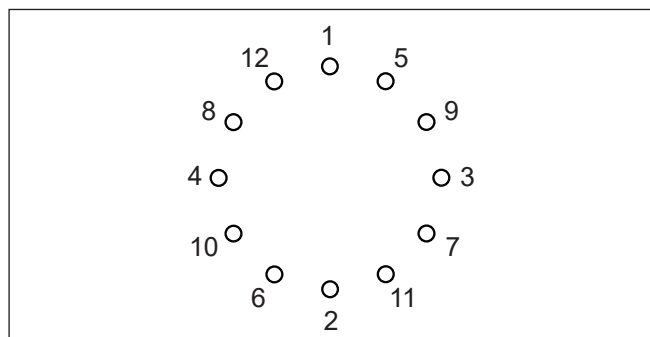

Figura 4.9 — Patrón de apriete del tornillo de montaje del pedestal
2. Reajuste según los patrones adecuados que se muestran en la Figura 4.9. Debe comprender todo el procedimiento antes de comenzar la inspección de torque.